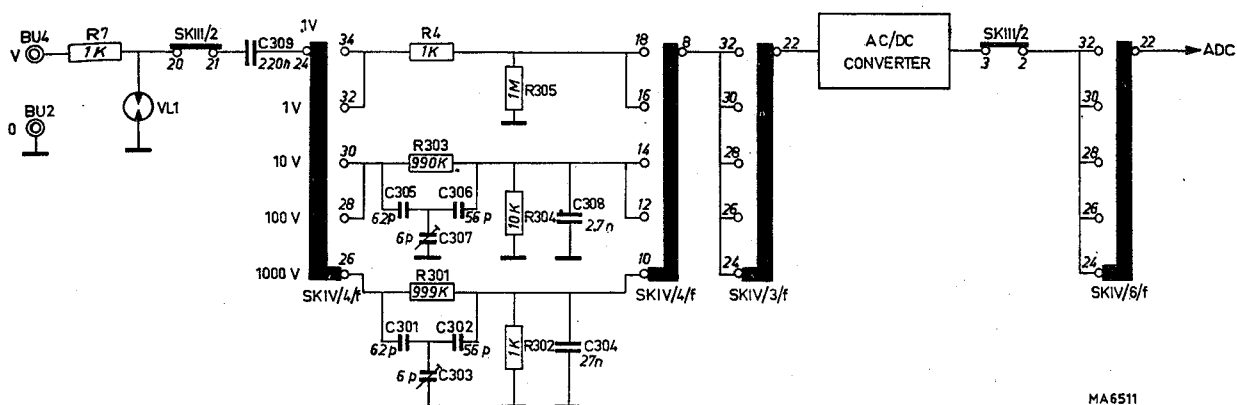

Abb. 14. Wechselspannungsschaltung
2. Wechselfeldspannungsschaltung (Abb. 14)